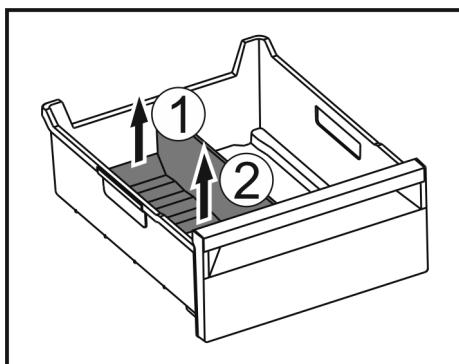

Fig. 99
► Підняти задню частину перегородки відділення для льоду. Fig. 99 (1)
► Вилучити перегородку рухом вгору. Fig. 99 (2)